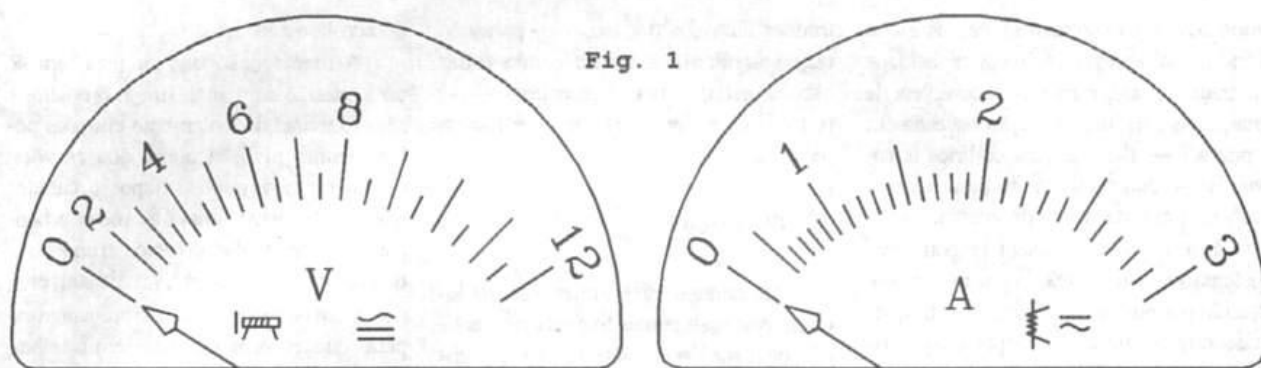

Fig. 1
Usei um "voltímetro" de 0-12 Volts (V), suficiente para o Controlador da Frateschi. Infelizmente, o mostrador comprime um pouco as marcas de 0 a 4 Volts, dificultando a leitura na faixa que mais me interessava na época — de 2,5 a 6 Volts (Fig. 1).
Um pouco pior era o "amperímetro", de 0-3 Ampéres (A). Primeiro, porque o Controlador da Frateschi era limitado a 2 Ampéres. E segundo, porque a faixa de maior utilização, para as locomotivas Frateschi da época, ia de 0 a 900 mili-Ampéres (mA). Essa faixa ficava comprimida numa área de menos de 10% do mostrador (Fig. 1). O ideal seria um "amperímetro" de 0-2 Ampéres.